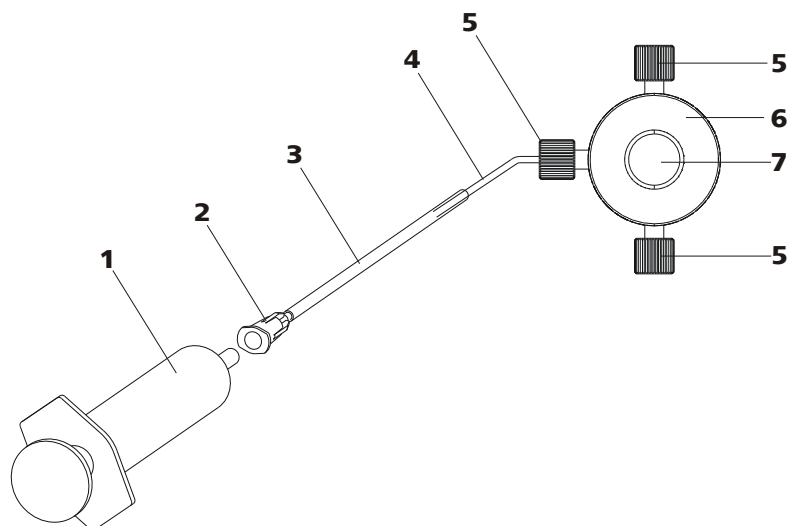

Figura 16 Eliminar o ar da bomba de alta pressão
Elimine o ar da bomba de alta pressão da seguinte forma (ver figura 16, página 36):
- Inserir a seringa (16-1) na conexão Luer (16-2) da agulha de purga (ver figura 16, página 36).